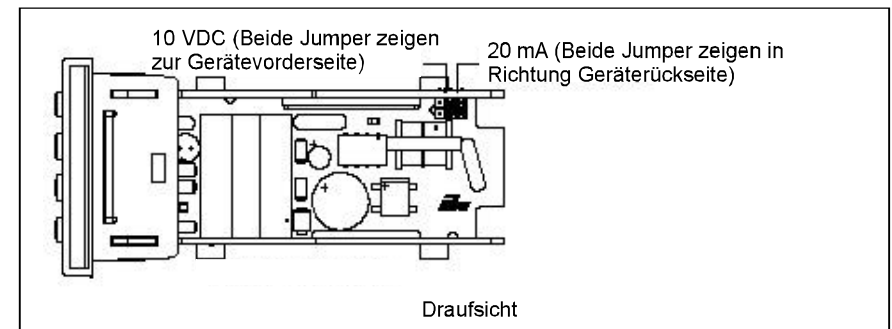

Bild 4.5: Jumpereinstellung Analogausgang
2. Stecken Sie die Jumper auf die gewünschte Position. (Siehe Bild 4.5)